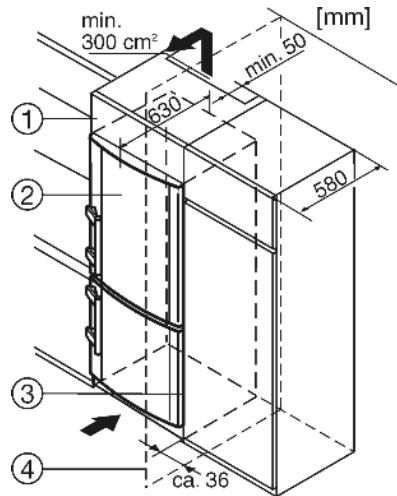

Fig. 12
(1) Дополнительный шкафчик
(2) Устройство
(4) Стенка
Устройство может быть окружено предметами кухонной обстановки. Чтобы уравнять устройство *Fig. 12 (2)* по высоте с кухонной стенкой, можно установить над устройством соответствующий дополнительный шкафчик *Fig. 12 (1)*.
При комбинировании с обычными кухонными шкафами (глубина макс. 580 мм) устройство можно установить непосредственно рядом с кухонным шкафом *Fig. 12 (3)*. Дверца устройства выступают по сторонам на 34 мм и по центру устройства на 50 мм относительно передней стенки кухонного шкафа. Поэтому ее можно свободно открывать и закрывать.
Если устройство установлено на шарнирах у стены Fig. 12 (4), то расстояние между устройством и стеной должно быть не менее 36 мм. Настолько выступает ручка при открытой дверце.